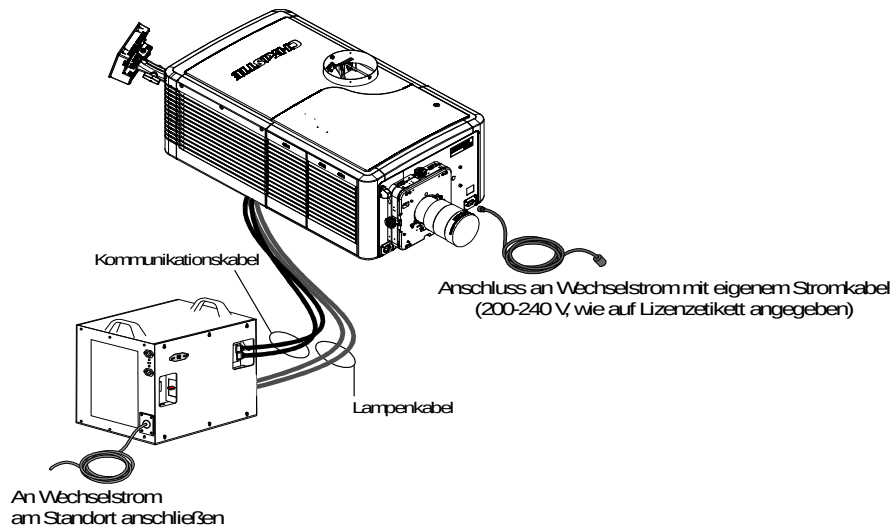

Abbildung 2-16
8. Schließen Sie den Projektor an die Stromversorgung an (Anschluss in der unteren rechten Ecke der vorderen Einfassung). (**Abbildung 2-16**)